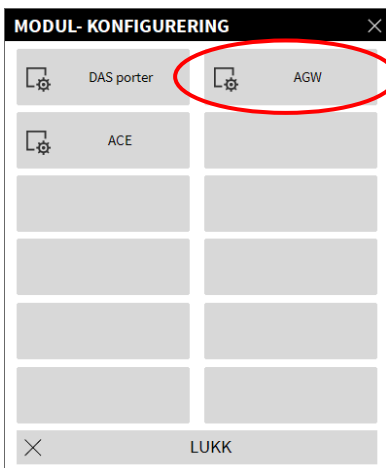

Fig. 137
Følgende meny vises (Fig. 137).
- Klikk på **AGW**, angitt i Fig. 137.